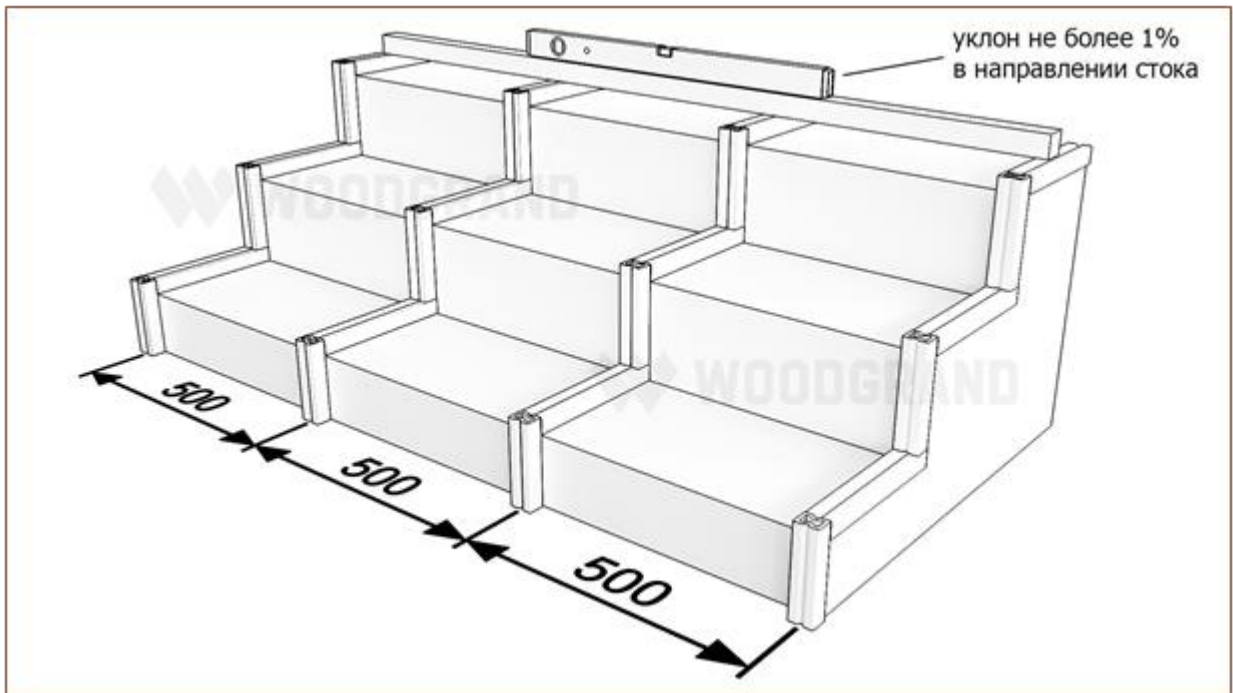

Рис. 1
- На ровные бетонные ступени с уклоном **не более 1%** для стока воды; монтажные лаги устанавливаются перпендикулярно профилю ступени с шагом **не более 500 мм.** (Рис. 1).